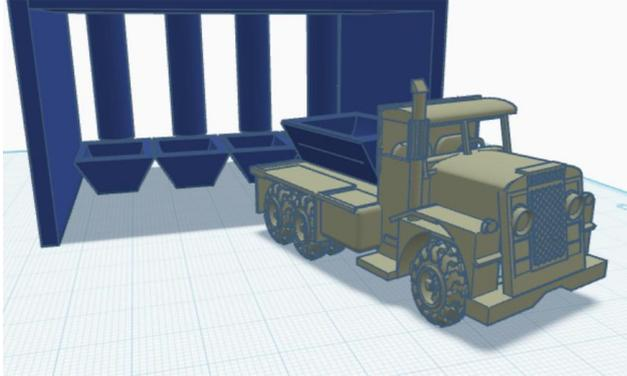

Abbildung 3
- Regelmäßige Abholungen durch Entsorgungsunternehmen (Abbildung 3) planen.